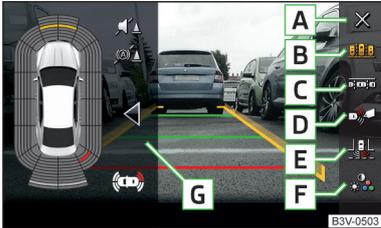

Abb. 275
### Funktionsflächen » Abb. 275
- › Die Funktionsfläche **C** » Abb. 275 auf Seite 236 antippen.